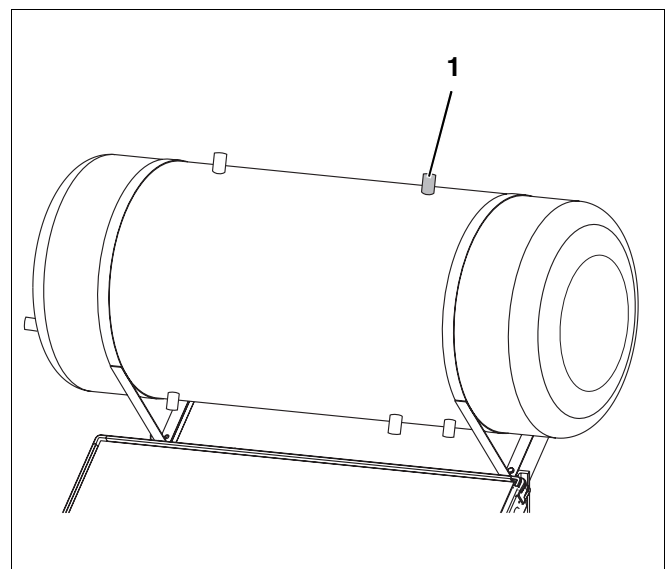

Fig. 24 Encher a instalação
B Encher o fluido térmico em cima no termoacumulador (fig. 24, **item 1**) até que este saia pela tubuladura de enchimento.